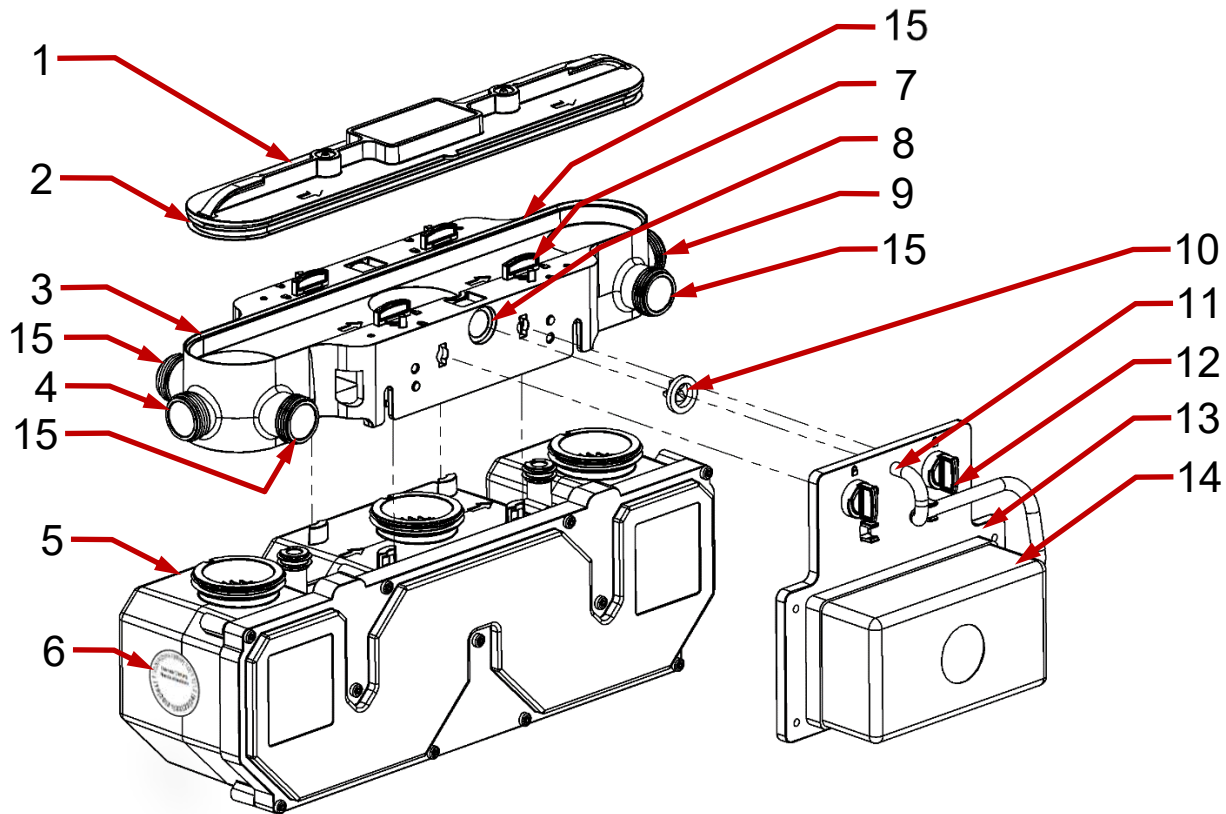

Abbildung 1: Grundaufbau Purecondens® Gas 400
Die zwei Hauptkomponenten der Purecondens® (Abbildung 1) sind die Kartusche (5) und der Verteiler (3). Sie sind über vier Verteiler-Schlüssel (7) verbunden.